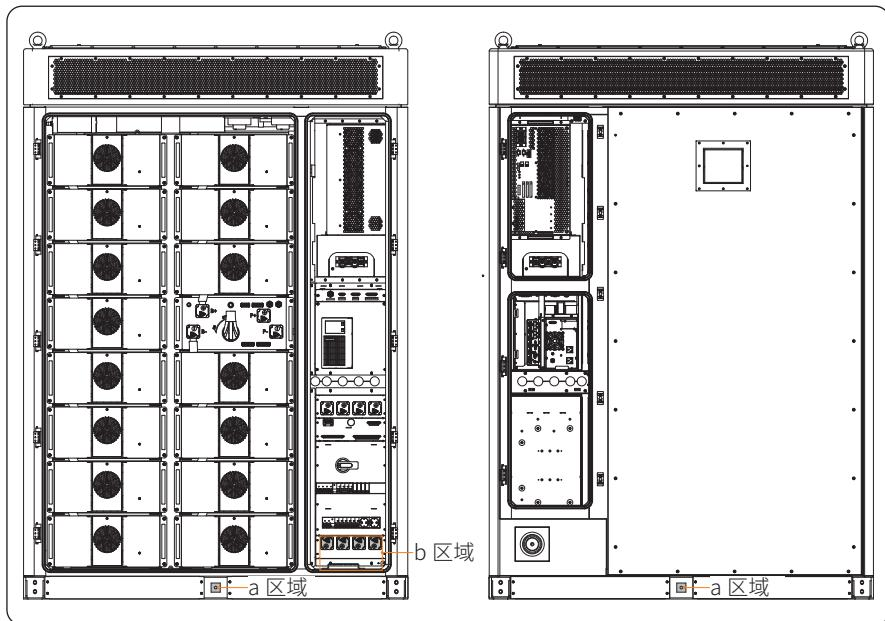

图 7-1 需接线区域
- 接线前，安装人员需了解哪些区域需进行接线，详情请参考图 7-1。
设备支持扁铁接线和 PE 接线。关于接线区域，请参考“图 7-1 需接线区域”的 a 区域，请严格遵循以下步骤。
关于电网侧接线，即“图 7-1 需接线区域”的 b 区域，请严格遵循以下步骤。